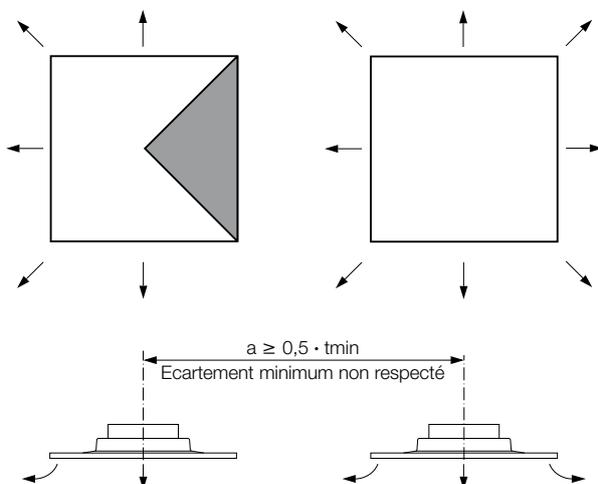

Figure 11: Arrangement du cache si l'écartement minimum n'est pas respecté
b) Si le respect de l'écartement minimum prescrit entre deux diffuseurs n'est pas réalisable, une disposition conforme à la figure 11 est recommandée.